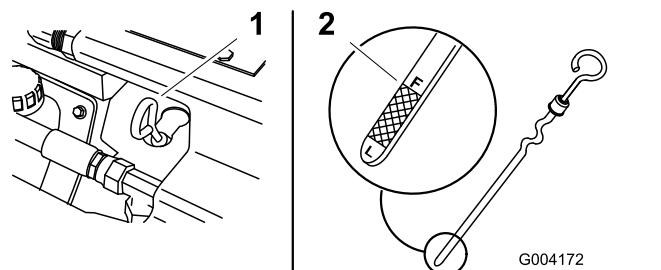

Figure 40
4. Nettoyez la surface autour de la jauge d'huile (Figure 40).
5. Sortez la jauge d'huile et essuyez soigneusement l'extrémité métallique (Figure 40).
6. Enfoncez la jauge complètement dans le tube (Figure 40).